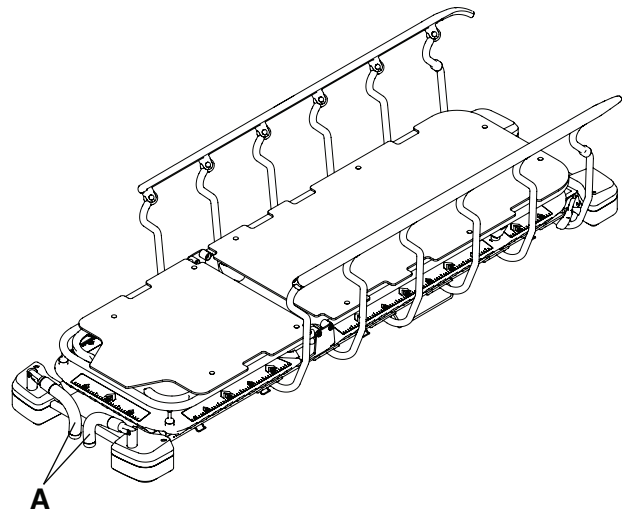

Figura 7 – Armazenamento das pegas de empurrar da extremidade do lado da cabeça
4. Inverta a ordem dos passos para guardar as pegas de empurrar da extremidade do lado da cabeça (A) (Figura 7).